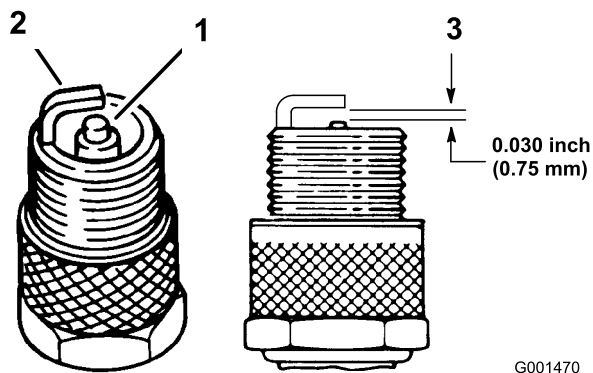

Figura 32
3. Compruebe la separación entre los electrodos central y lateral (Figura 32). Si la distancia no es correcta, doble el electrodo lateral (Figura 32).
3. Conecte los cables a las bujías (Figura 32).
1. Mire la parte central de las bujías (Figura 32). Si se observa un color gris o marrón claro en el aislante, el motor está funcionando correctamente. Si el aislante aparece de color negro, significa que el limpiador de aire está sucio.